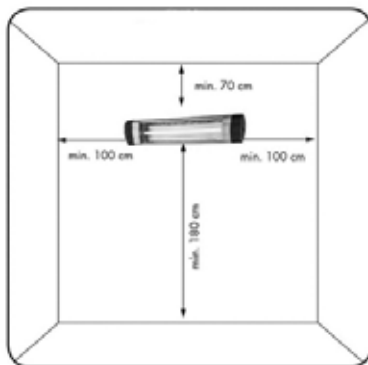
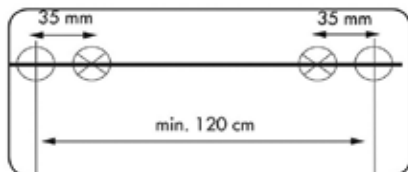

Рис. 2
Рис. 3
4. Определите место установки прибора в соответствии с п. 4.1. и рис. 2, после чего в соответствии с расстояниями между отверстиями 2 угловых кронштейнов для установки на стене (см. рис.3), просверлите в стене 4 отверстия диаметром 8 мм, вставьте в них дюбели и закрепите кронштейны, с помощью 4 шурупов.